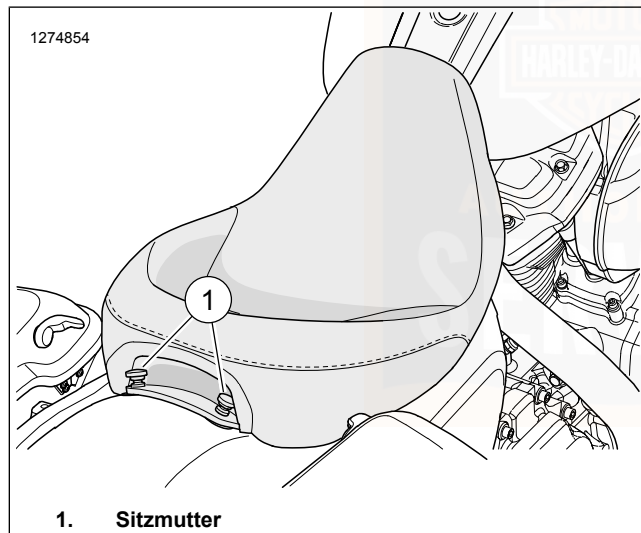
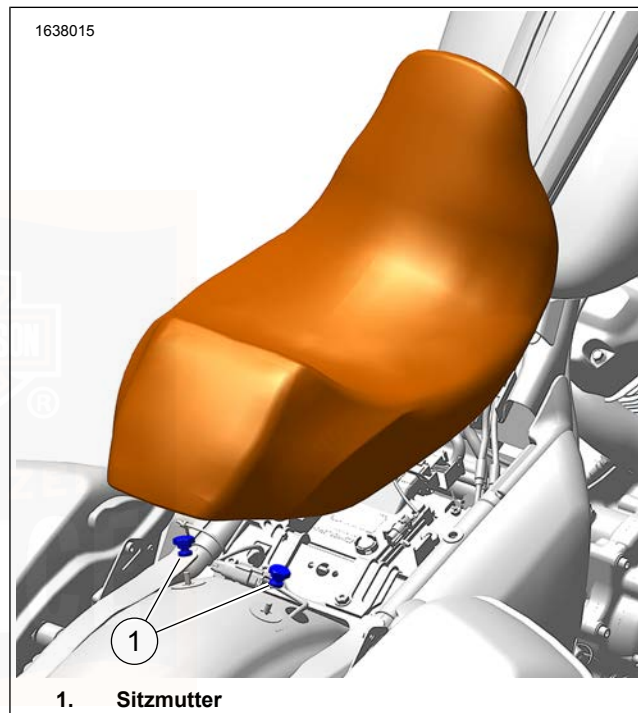
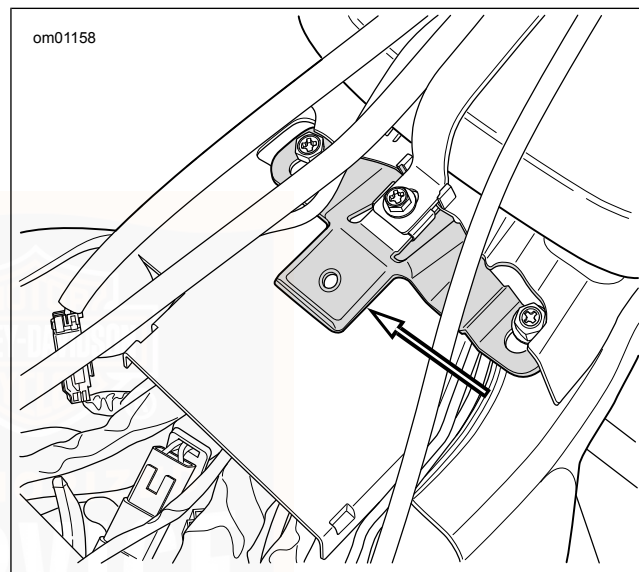
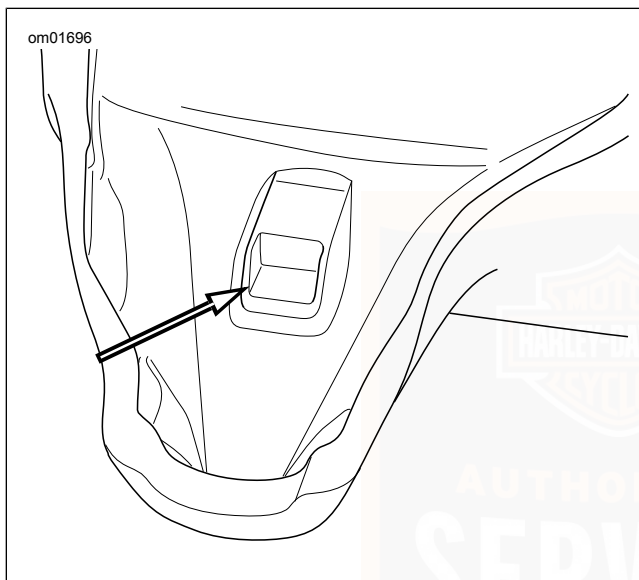

Abbildung 100. Solositz: FLHT
Abbildung 101. Solositz: Versteckte Sitzmuttern
Abbildung 103. Sitzzunge
Abbildung 104. Sitzbefestigungsschlitz
1. Siehe Abbildung 100 und Abbildung 101 . Den Sitz ausbauen.
- b. Die Befestigungsmuttern (1) ausbauen.
- c. Siehe Abbildung 103 und Abbildung 104. Den Sitz hinten anheben. Den Sitz nach hinten ziehen, um die Zunge aus dem Schlitz des Sitzes zu lösen.
5. Siehe Abbildung 103 und Abbildung 104. Den Sitz hinten anheben. Den Sitz nach hinten ziehen, um die Zunge aus dem Schlitz des Sitzes zu lösen.
1. Siehe Abbildung 100. Den Sitz einbauen.
- a. Siehe Abbildung 103 und Abbildung 104. Den Schlitz des Sitzes an der Zunge hinter dem Tank ausrichten. Den Sitz nach vorn drücken, bis der Sitz einrastet.
- b. Die Befestigungsmuttern (1) einbauen. Festziehen.
1. Siehe Abbildung 103 und Abbildung 104. Den Schlitz des Sitzes an der Zunge hinter dem Tank ausrichten. Den Sitz nach vorn drücken, bis der Sitz einrastet.